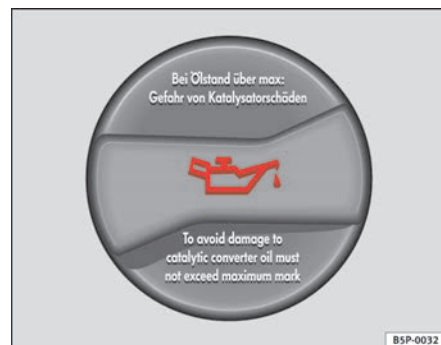

Fig. 140 Tapón de la boca de llenado de aceite del motor en el vano motor
- Desenrosque el tapón de la boca de llenado de aceite del motor ⇒ **fig. 140**.